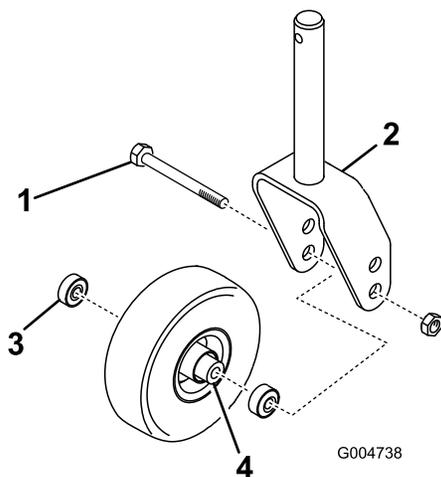
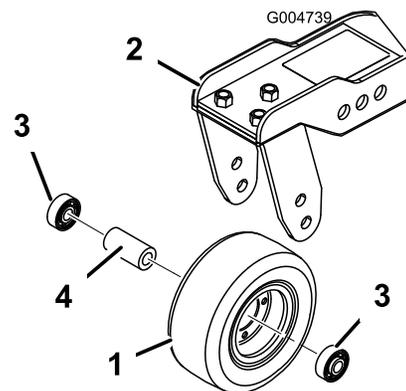

Figura 81
Figura 82
1. Retire a porca de bloqueio do parafuso que fixa a estrutura da roda giratória entre a forquilha da roda giratória (Figura 81) ou o braço articulado da roda giratória (Figura 82). Fixe a roda giratória e retire o parafuso da forquilha ou do braço articulado.
2. Retire o rolamento do cubo da roda e deixe cair a cunha do rolamento para fora (Figura 81 e Figura 82). Retire o rolamento do lado oposto ao do cubo da roda.